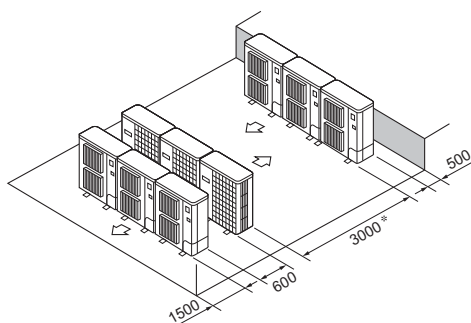

Fig. 3-16
- ⑥ Disposição de várias unidades em paralelo (Fig. 3-16)